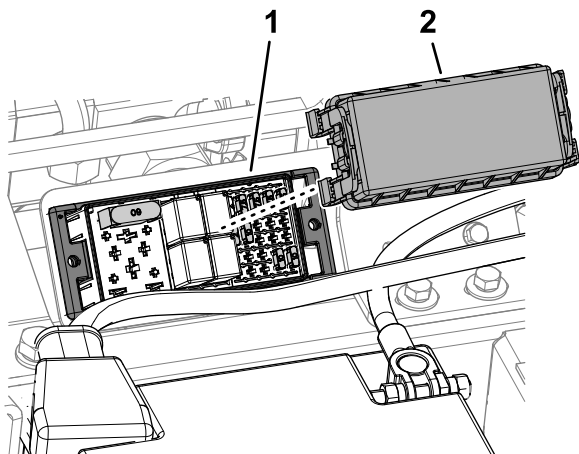

Figure 60
2. Enlevez le couvercle du porte-fusibles (Figure 60).
5. Reposez le couvercle du porte-fusibles (Figure 60).